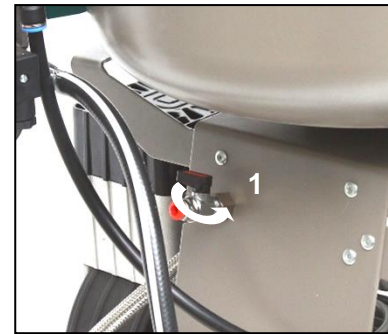

Abb. 14
Für Wartungsarbeiten oder aus anderen Gründen wird der Kompressor über den Druckschalter (1) abgeschaltet, indem der Wahlschalter (2) auf die „0“-Position gestellt und der **Netzstecker aus der Steckdose gezogen wird**. Damit wird der Kompressor von der Stromversorgung getrennt. Öffnen Sie anschließend das Ablassventil (Abb. 14), um den Druck im Drucklufttank komplett abzulassen.
### Kompressoren (Abb. 14)
Wenn der Kompressor über einen längeren Zeitraum nicht genutzt wird, lassen Sie das Kondensat vollständig aus dem Behälter ab. Schalten Sie anschließend den Kompressor 10 Minuten lang ein und lassen Sie das Ablassventil (1) (Abb. 14) offen. Schalten Sie den Kompressor mittels des Schalters (2) auf dem Druckschalter (1) (Abb. 13) aus, schließen Sie das Ventil für den Kondensatablass und trennen Sie das Gerät vom Stromnetz.
- Lassen Sie die Druckluft aus dem Druckluftbehälter durch Öffnen des Ablassventils (1) (Abb. 14) ab.